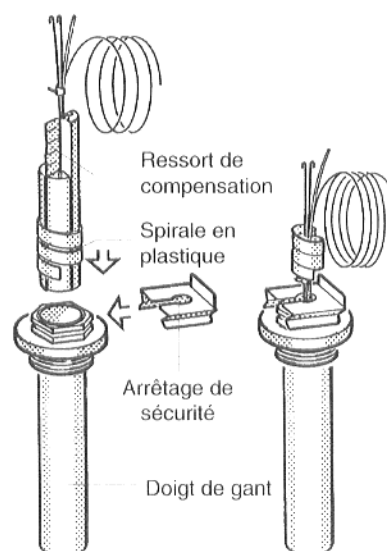

Fig. 13
- La spirale en matière plastique - destinée à maintenir les sondes en place - est automatiquement repoussée en arrière lors de l'introduction (fig. 13).
Le ressort de compensation destiné à assurer le contact entre les sondes et le doigt de gant et garantir ainsi un transfert correct de la température doit être introduit entre les sondes (fig. 13).
- Enfoncer l'arrêtage de sécurité verticalement ou par le côté sur le dessus du doigt de gant (fig. 13).